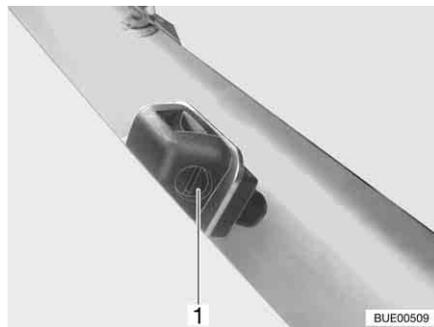

Fig. 30 Ugelli lavavetro
- Servendosi di un cacciavite appropriato, girare la vite di regolazione (Fig. 30, 1) fino a raggiungere la posizione desiderata.